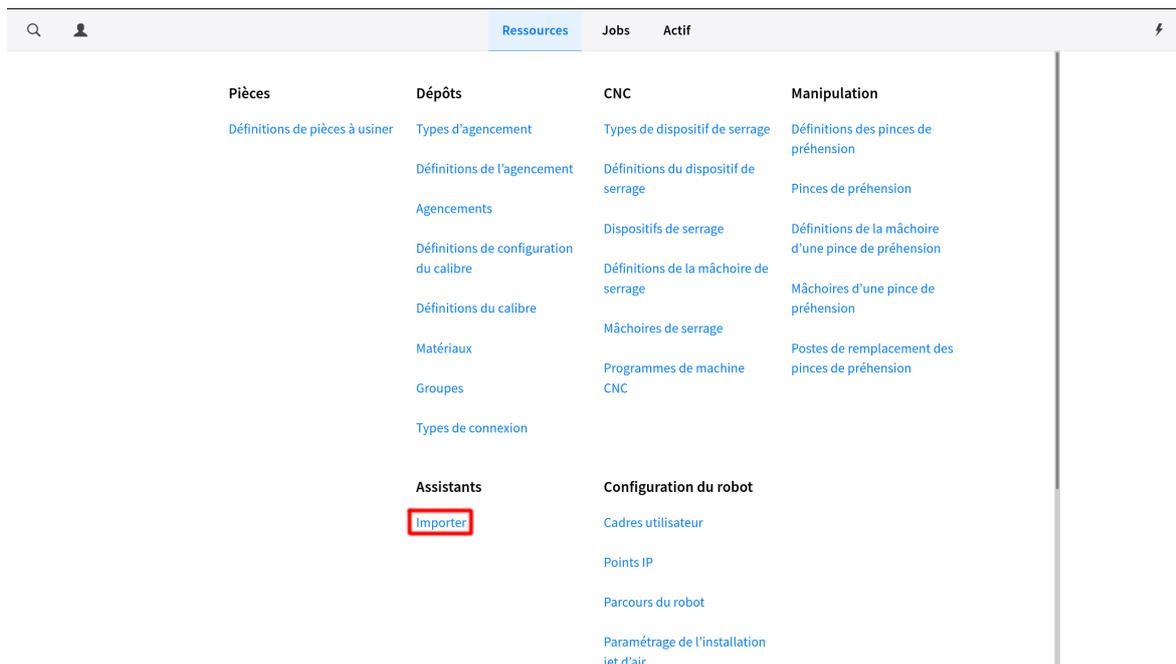

Figure 59. Bouton Importer que présente l'écran Ressources
1. Ouvrez la fenêtre d'importation que présente la partie « Assistant », voir Figure 59